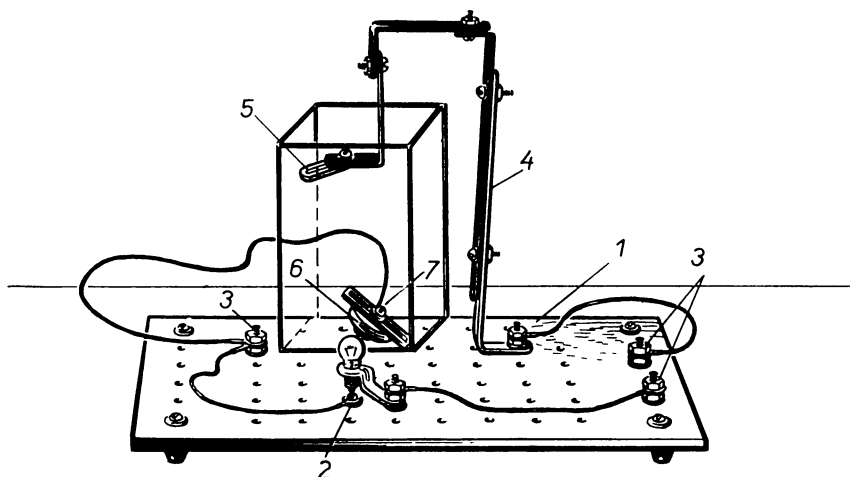

Рис. 92
**Электрический сигнализатор уровня воды.** Электрические *уровнемеры* различных систем применяются для дистанционного определения уровня воды в различных промышленных установках. Наиболее простой уровнемер можно сделать, используя детали электроконструктора: контактное устройство, заменяющее выключатель, лампу и источник электрического питания (рис. 92).